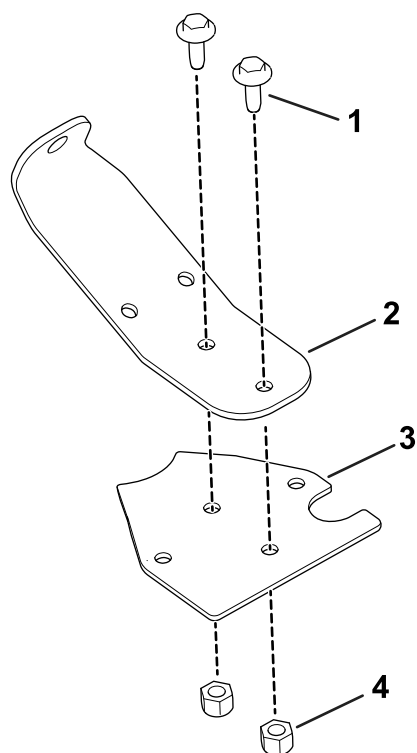

Figura 30
2. Utilice 2 tornillos con arandela prensada (1/4"-20 x 5/8") y 2 tuercas con arandela prensada (1/4"), para sujetar el soporte de la válvula a la base del arnés (Figura 30).